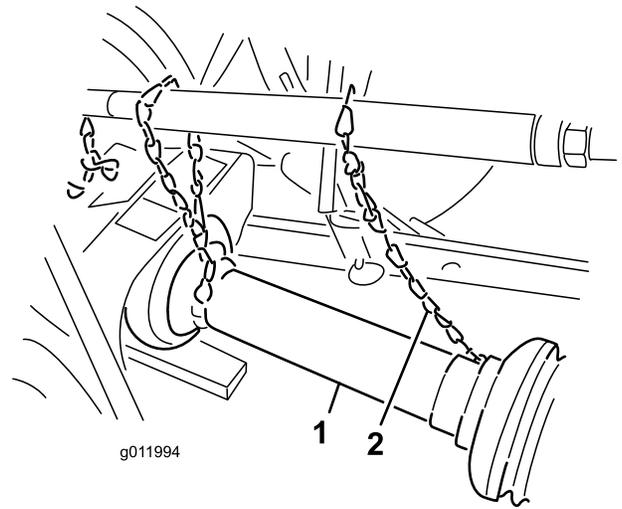

Figura 6
4. Presione el pasador para fijar el árbol de la TDF y deslice el árbol de la TDF hacia adelante y hacia atrás para verificar que está correctamente bloqueado (Figura 6).
5. Conecte las cadenas de seguridad del protector desde las secciones del árbol de la toma de fuerza hasta los clips soldados de los brazos de enganche o a los protectores de la TDF (Figura 6).